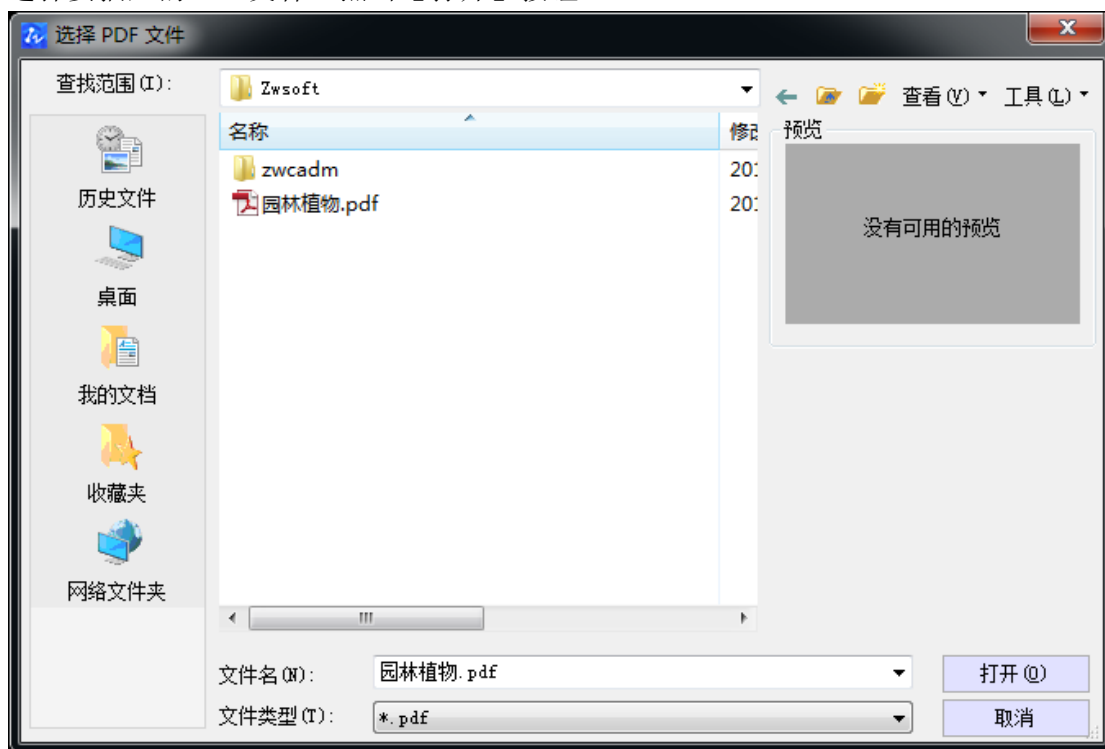

图 9-30 选择 PDF 文件对话框
1) 执行 Pdfimport 命令，系统弹出“选择 PDF 文件”对话框，如图 9-30 所示，选择要插入的 PDF 文件，点击【打开】按钮。